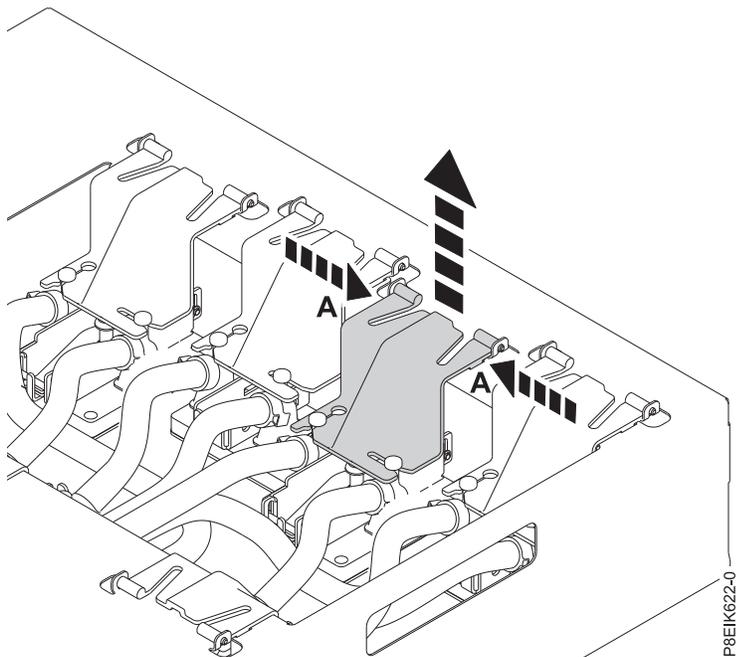

図 35. キャリアからのホルダーの取り外し
- a. 冷却プレートをプラスチック・ホルダーから取り外します。プラスチック・ホルダーの **(A)** の点を指先で挟み付けて、キャリアから取り外します (31 ページの図 35 を参照)。